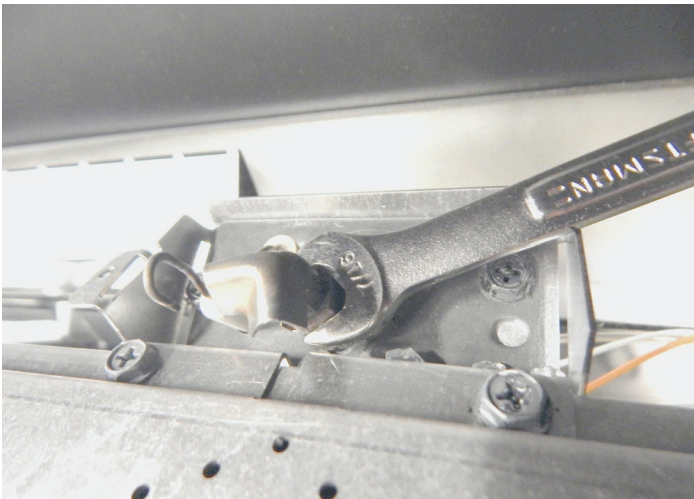
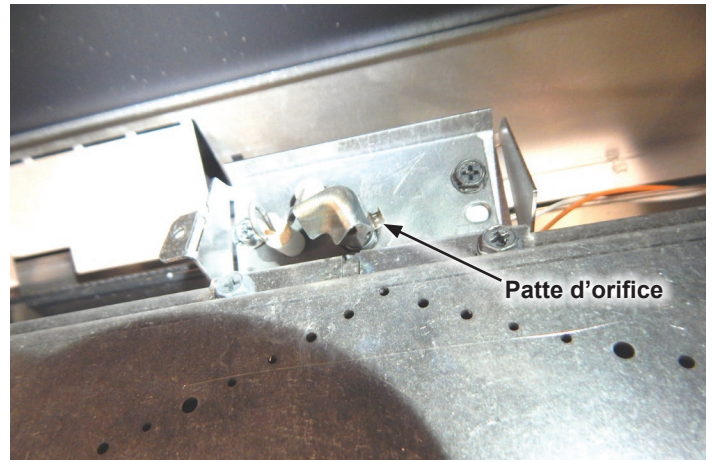

Figure 9
Figure 10
16. Poser de nouveau les quatre (4) vis hexagonales de 5/16 po retirées à l'étape 10 ci-dessus pour fixer l'ensemble du brûleur.
17. Pour convertir la veilleuse du gaz propane au gaz naturel, desserrer légèrement le capot de la veilleuse à l'aide d'une clé de 7/16 po. **Voir Figure 9.** Une petite patte d'orifice, située juste dessous le capot de veilleuse et de l'écrou, se glisse latéralement. **Voir Figure 10.** Il est possible d'utiliser un petit tournevis pour déplacer doucement la petite patte d'orifice pour modifier le type de gaz. Ne pas forcer. La patte d'orifice possède des inscriptions des types de gaz. S'assurer que le type de gaz converti est indiqué sur la patte; resserrer ensuite le capot de veilleuse pour que la flamme de la veilleuse pointe vers l'avant en direction du brûleur et à gauche du capteur. Ne pas trop serrer. **Voir Figure 9.**